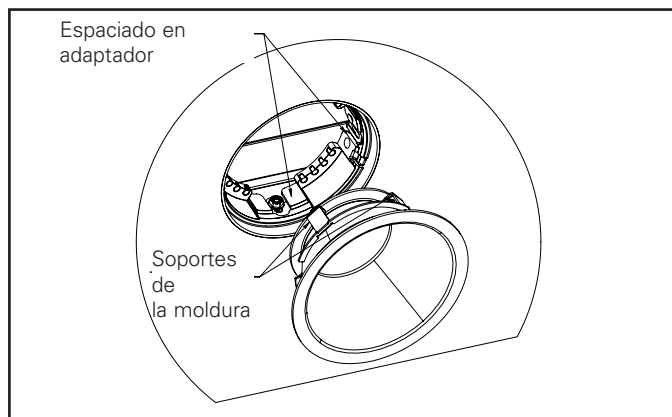

Figura 21
8. En el caso de una moldura alta para luz focal "downlight," alinee la moldura de forma que el soporte de esta no interfiera con el adaptador (consulte la Figura 21).